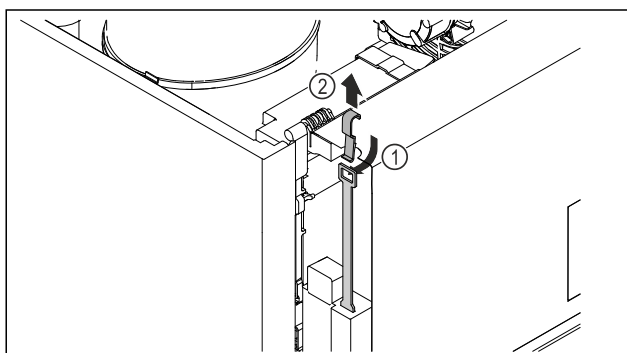

Fig. 211
- Introduzca la llave de desbloqueo de emergencia Fig. 211 (1) desde arriba, engánchela a la cerradura y tire de ella hacia arriba Fig. 211 (2).